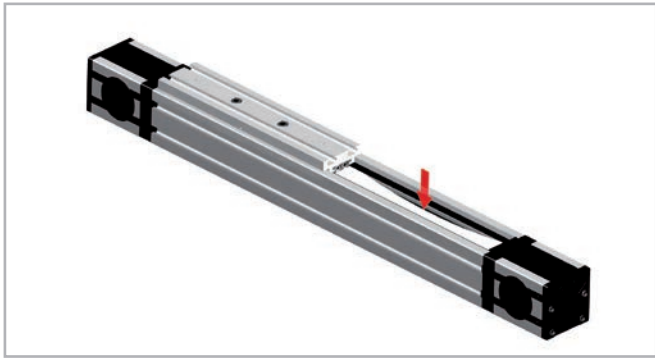

Fig. 64
2. Presionar la correa dentada a la altura de la mitad de la traviesa ligeramente dentro de la misma, hasta que se puedan ver las guías internas (ver Fig. 64).